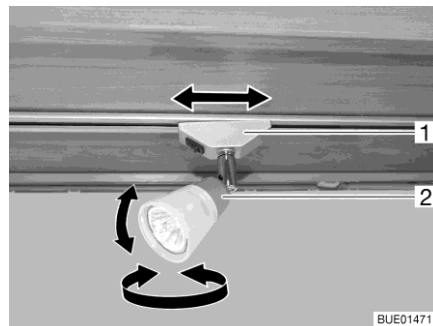

Fig. 29 Foco (Campeo)
- Girar el foco: ■ Girar la carcasa (Fig. 29,2) del foco en la dirección deseada.
- Girar el soporte (Fig. 29,1) aprox. 45°.
- Girar el soporte (Fig. 29,1) 90°.